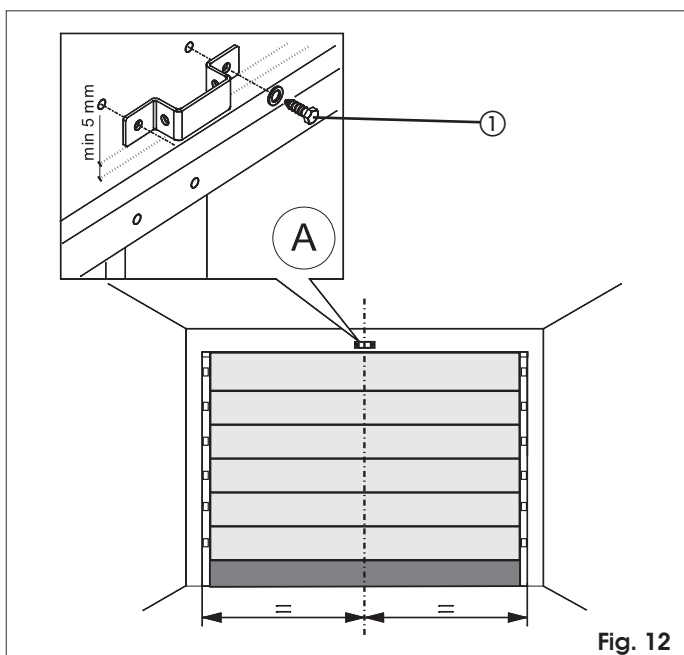

Fig. 12
- 1) Tracciare sull'architrave una linea corrispondente alla mezz'aria verticale della porta (Fig. 12).
- 3) Posizionare la staffa di fissaggio dell'attacco anteriore con il bordo inferiore almeno 5 mm al di sopra del punto di intersezione delle linee e centrato con la linea verticale (Fig. 12). Fare riferimento anche al paragrafo 7.2. per il corretto posizionamento della staffa rispetto al punto di attacco sulla porta.
- 5) Procedere alla foratura ed al montaggio, tramite le viti (rif. ① Fig. 12) **NON** fornite a corredo.